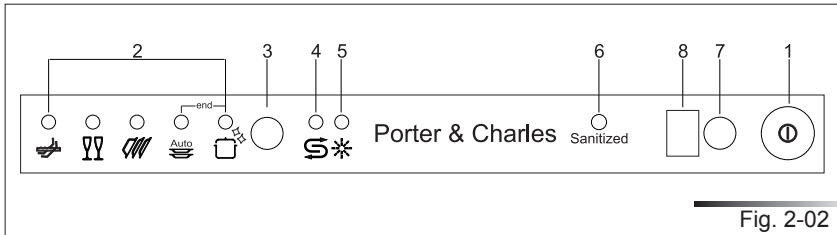
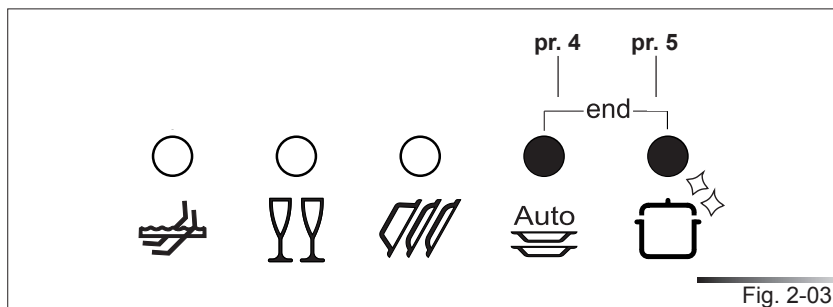

Fig. 2-02
Fig. 2-03
Le lave-vaisselle est doté d'un bandeau de commande (voir fig. 2-02) au moyen duquel il est possible d'effectuer toutes les opérations de mise en marche, programmation et arrêt.
Quand on appuie sur la touche marche/arrêt (réf. 1 fig. 2-02), on met le lave-vaisselle sous tension. Il faut ensuite attendre l'allumage de l'un des **voyants programmes** (réf. 2 fig. 2-02).
- Appuyer sur la touche sélection programmes (réf. 3 fig. 2-02) le nombre de fois qu'il faut pour que le voyant correspondant au programme souhaité s'allume (réf. 2 fig. 2-02) ;
- Pour annuler le programme en cours, il faut, après avoir ouvert la porte, appuyer sur la touche de **sélection programmes** (réf. 3 fig. 2-02) et la maintenir appuyée pendant quelques secondes jusqu'à ce que les voyants du quatrième et du cinquième programme s'allument en même temps (réf. pr.4, pr.5 fig. 2-03).
- Après environ 1 minute, le lave-vaisselle se porte à la fin du cycle et les voyants du quatrième et du cinquième programme (réf. pr.4, pr.5 fig. 2-03) commencent à clignoter.
Avant de sélectionner le départ différé, ouvrir la porte du lave-vaisselle et sélectionner le programme de lavage souhaité (voir parag. 2.2 “Sélection du programme de lavage, mise en marche et arrêt”). La sélection du temps de retard s'effectue en appuyant sur la touche **Départ différé** (réf. 7 fig. 2-02) ; quand on appuie plusieurs fois sur la touche, l'afficheur visualise en séquence les temps de retard pour le démarrage du programme, à partir de **1 heure**.
Pour arrêter l'appareil, ouvrir la porte et appuyer sur la touche **marche/arrêt** (réf. 1 fig. 2-02).